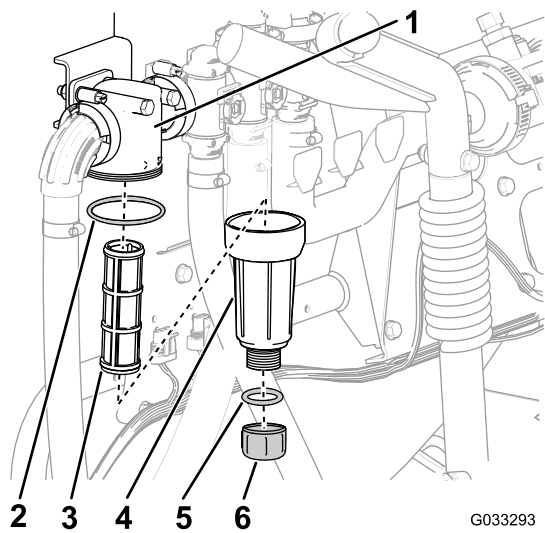

Bild 15
2. Stellen Sie eine Auffangwanne unter den Druckfilter (**Bild 15**).
3. Drehen Sie die Ablassschraube nach links und nehmen sie von der Glocke des Druckfilters ab (Bild 15).
4. Drehen Sie die Glocke nach links und nehmen den Filterkopf ab (Bild 15).
5. Entfernen Sie den Druckfiltereinsatz (Bild 15).
7. Prüfen Sie die Dichtung für die Ablassschraube (in der Glocke) und die Dichtung für die Glocke (im Filterkopf) auf Beschädigungen und Abnutzung (Bild 15).
8. Setzen Sie den Druckfiltereinsatz in den Filterkopf ein (Bild 15).
9. Befestigen Sie die Glocke am Filterkopf und ziehen sie mit der Hand an (Bild 15).
10. Befestigen Sie die Ablassschraube am Anschlussstück unten an der Glocke und ziehen sie mit der Hand an (Bild 15).